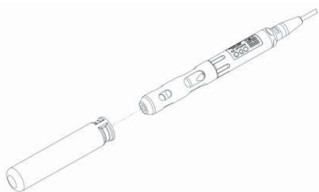

图 5
5. 把电极插入灰色校准套筒内，等待片刻，做校准（见图5）。